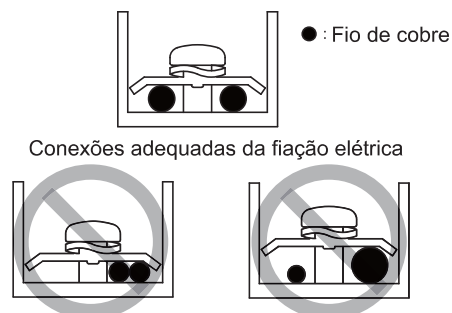

Figura 2
- Não conecte dois cabos de alimentação com diâmetros diferentes ao mesmo terminal da fonte de alimentação (pode provocar superaquecimento dos fios devido à fiação solta) (consulte a Figura 2).